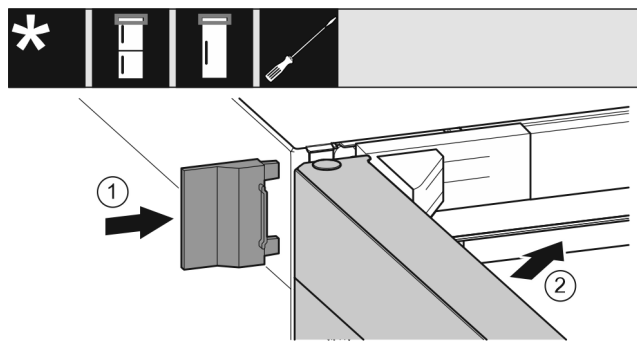

Fig. 24
- ▶ 插入外盖。 Fig. 24 (1)
- ▶ 关闭冰箱上方门。 Fig. 24 (2)